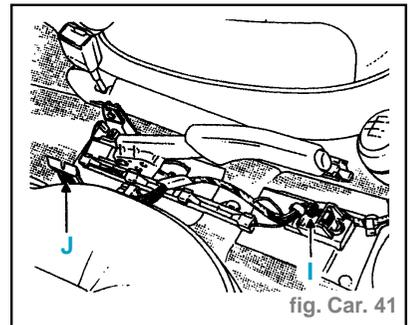

fig. Car. 41
- entretoise (I) et les cales (J). (fig. Car. 41)